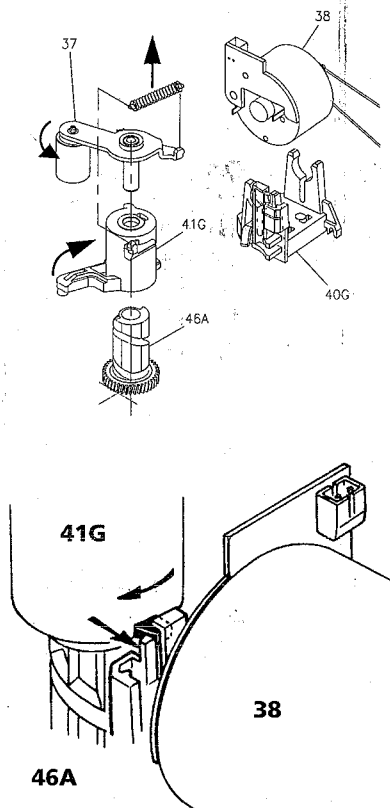

Fig. 8
- Release the pressure roller guide (pos. 41G) from the guide in the threading motor holder, by pressing the top of the motor guide rearwards and rotating the pressure roller guide assembly clockwise by approx. a quarter of a turn (fig. 8).
- Die Andruckrollenführung (Pos. 41G) von der Führung der Fädelmotorhalterung herauslösen. Hierzu ist das Oberteil der Motorführung nach hinten zu drücken und die Andruckrollen-Führungseinheit dann um etwa 1/4 Umdrehung im Uhrzeigersinn zu drehen (Abb. 8).
- Extraire le guide du galet presseur (rep. 41G) du guide apparié au berceau du moteur d'enroulement. Pour ce faire, repousser la partie supérieure du guide du moteur et tourner d'un quart de tour env. (sens horaire) le guide du galet presseur (fig. 8).